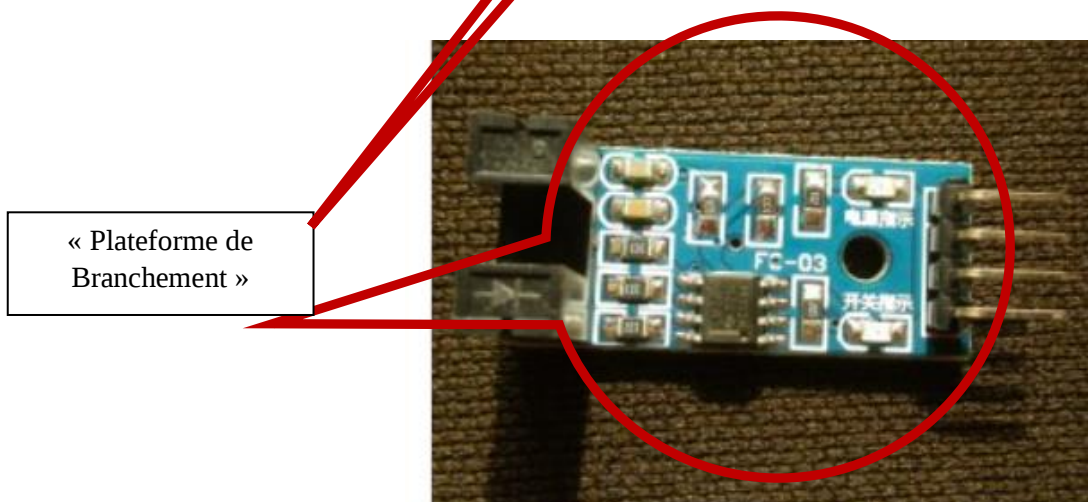

Figure 3
- Nous avons choisi de « dessouder » les plateformes de branchement des précédentes fourches optiques (voir figure 3) afin de ne pas avoir à refaire un circuit électrique nécessaire au branchement des fourches optiques.